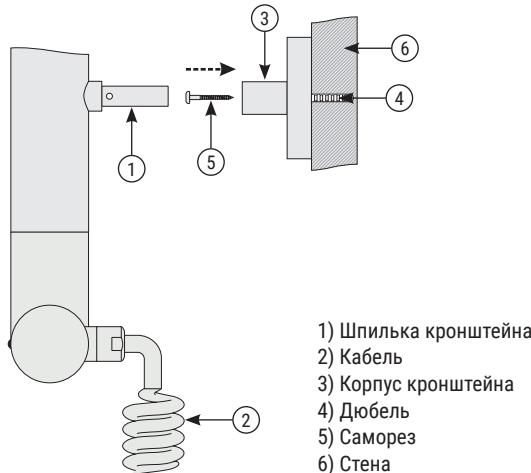

Рис. 1
- 4.4. Монтаж РЭБ к стене осуществляется телескопическими кронштейнами, что позволяет регулировать расстояние от стены до изделия (**рис. 1**).